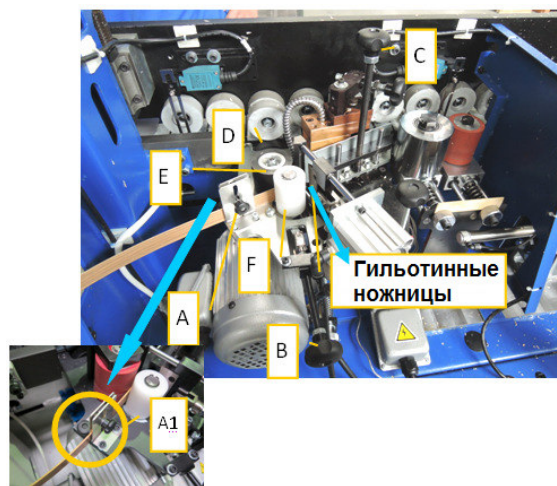
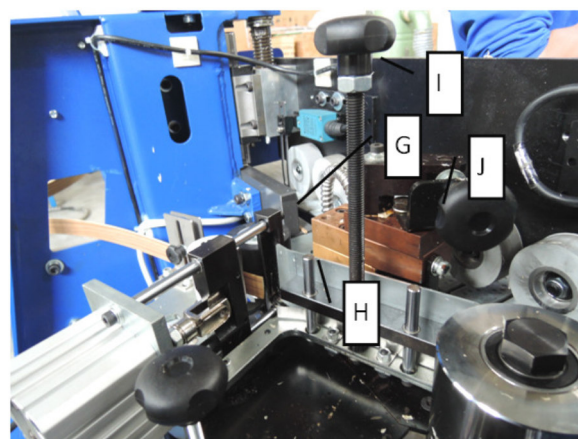

Рис. 5.1.1
Рис. 5.1.2
2. Заведите ленту в направляющую А (Рис. 5.1.1), затем с помощью ручки А1 и А произведите регулировку зазора и высоты на основании толщины, высоты и облицовываемого материала (убедитесь, что подаче ленты ничего не мешает).
3. С помощью рукоятки В (Рис. 5.1.1) отведите прижимной ролик. Лента должна быть заведена в узел гильотинных ножниц.
5. С помощью ручки С (Рис. 5.1.1) отрегулируйте высоту, чтобы не допустить смещения ленты перед гильотинными ножницами (убедитесь, что подаче ленты ничего не мешает).
➤ При использовании новой катушки ленты ее передний конец необходимо провести вручную между нейлоновым роликом Е и резиновым роликом F (Рис. 5.1.1) так, чтобы она вышла за точку отрезки на несколько миллиметров и дошла до упоров G-H (Рис. 5.1.2).
Рис. 5.1.2: нижний упор Н представляет собой направляющую по нижней кромке ленты, упор G регулируется с помощью ручки I под ширину ленты так, чтобы лента могла легко проходить между упорами. Убедитесь, что вертикальный зазор составляет не более 0,5 мм.
➤ В ходе регулировки упора G рекомендуется подвигать ленту вперед-назад, чтобы убедиться в ее свободном ходе (Рис. 5.1.2). Пластина J необходима для того, чтобы при прохождении ленты через упоры G и H она оставалась в вертикальном положении. Регулировка пластины не требуется (Рис. 5.1.2).
Заготовка движется по транспортеру через копирующий ролик D (Рис. 5.1.1), посредством которого через зубчатую передачу L производится подача ленты (Рис. 5.1.3). Таким образом, лента подается точно к заготовке.